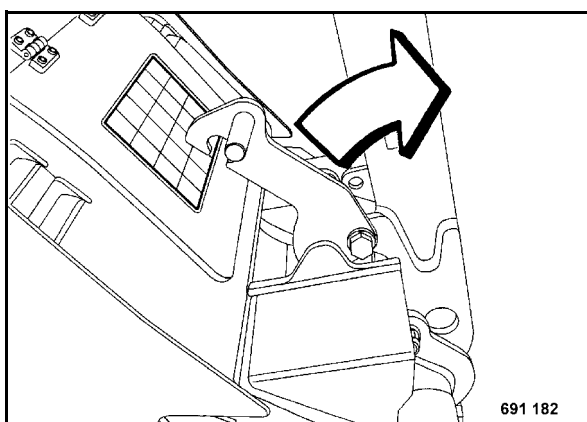

рис. 7
- Потянуть рычаг защелки (рис. 7) и опустить дышло, так чтобы направляющее дышло могло свободно раскачиваться.